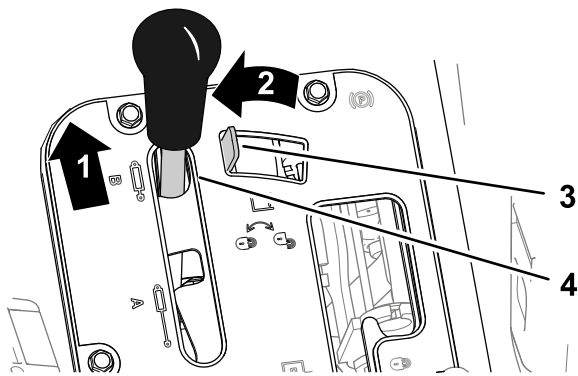
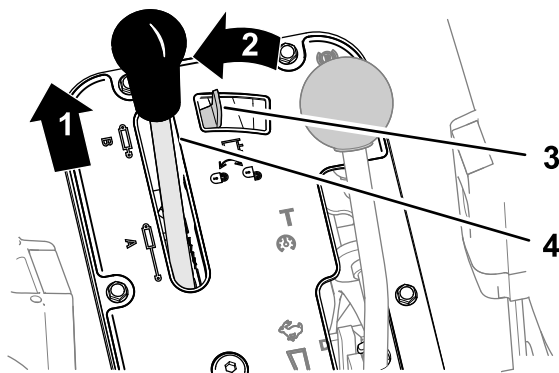

図 90
図 91
1. 油圧昇降レバーを前に押す  図 90 または  図 91。
2. 油圧昇降レバーロック装置を左へ動かすとロックする  または  図 91。